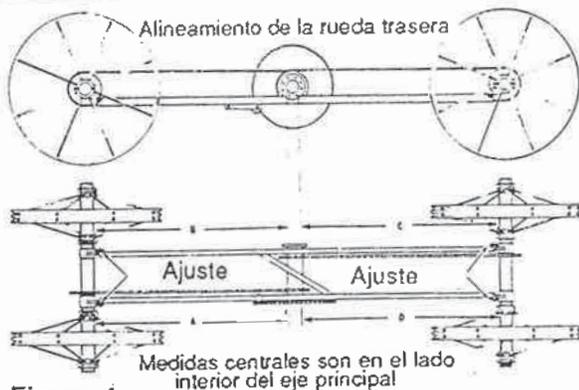

Figura 4
3. Ajuste de las cadenas de las ruedas traseras antes de que la unidad motriz sea instalada en la línea. Ver figura 4.